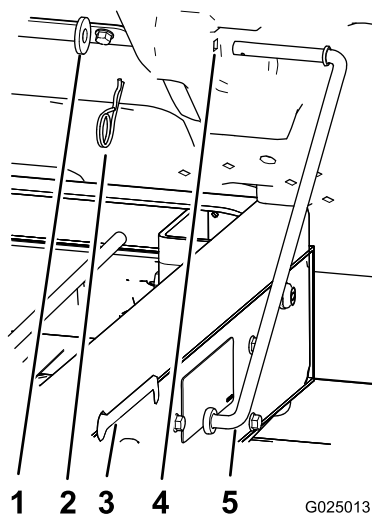

Figura 4
- Retire el pasador y la arandela que sujetan la varilla de sujeción a la cara inferior de la plataforma (Figura 4).
5. Deslice la varilla de sujeción hacia adelante para retirarla del soporte del bastidor (Figura 4).